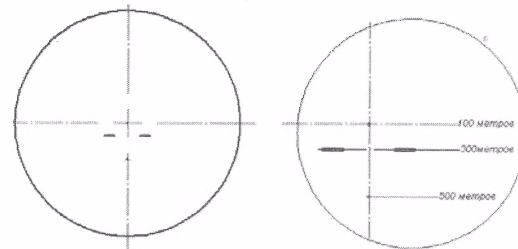

Рис.2
- а) марка АК74М на оружие калибром 5,45 мм (рис.2);